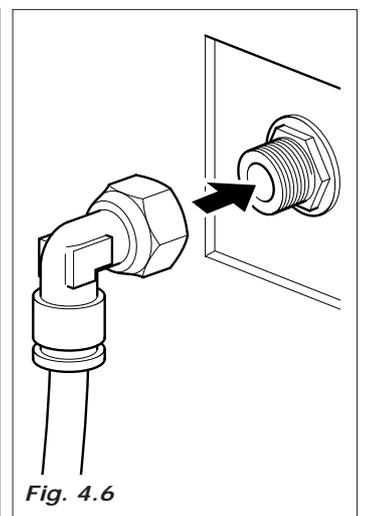

Fig. 4.6
- la conexión prevista es de 3/8 macho (Fig.4.6).